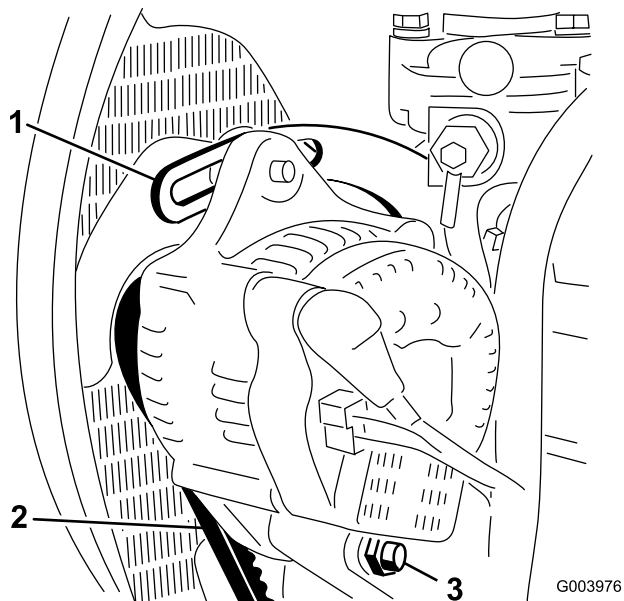

Рисунок 70
2. Проверьте натяжение ремня генератора, надавив на него (Рисунок 70) посередине между шкивами генератора и коленчатого вала с усилием 10 кг.
3. Ослабьте болт крепления скобы к двигателю (Рисунок 70), болт крепления генератора к скобе и болт оси поворота.